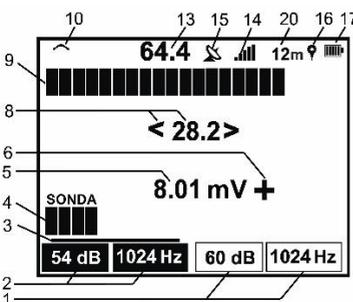

Abb. 20 Anzeige im Modus "Track-SENSOR"
- "TRACE-SENSOR" - zur Lokalisierung der Beschädigung der Versorgungsisolierung und zur Erkennung der Tiefe des beschädigten Bereichs; zur Erkennung der kurzgeschlossenen Bereiche oder des Drahtbruchs und zur Auswahl der Leiter in den mehradrigen Kabeln. Die Anzeige dieses Modus ist in Abbildung 20 dargestellt.